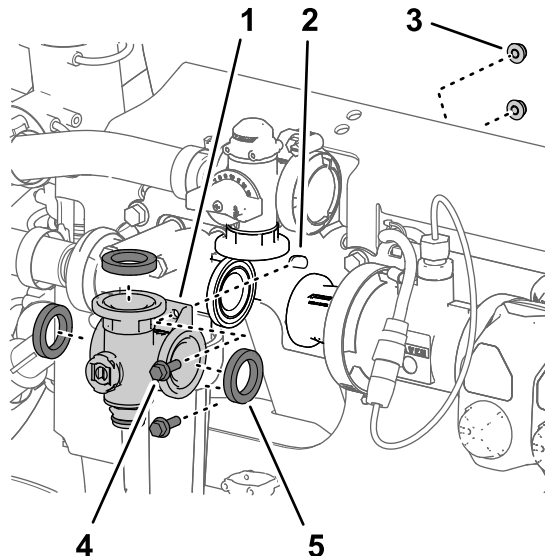

图 109
- 松开将搅拌阀歧管固定至阀支架的 2 个凸缘头螺栓 $\frac{1}{4} \times \frac{3}{4}$ 英寸和 2 个凸缘锁紧螺母 $\frac{1}{4}$ 英寸 图 109。
- 从机器上卸下搅拌阀歧管和垫片 图 109。